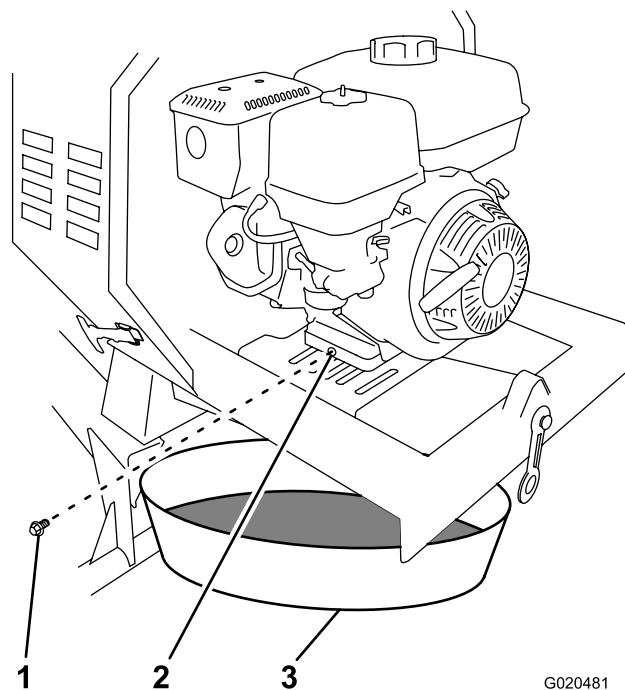

Figura 43
3. Coloque un recipiente debajo del orificio de vaciado de aceite del motor (Figura 43).
4. Retire el tapón de vaciado y deje fluir el aceite al recipiente (Figura 43).
5. Cuando se haya drenado completamente el aceite, coloque el tapón de vaciado con una arandela nueva (Figura 43).